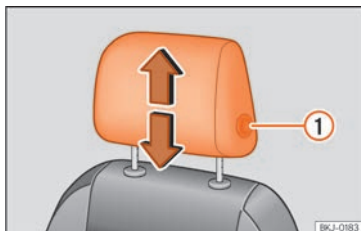
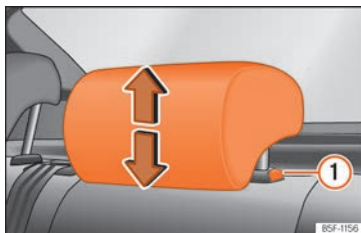

Fig. 63 Asiento delantero: regulación del apoyacabezas.
Fig. 64 Apoyacabezas trasero: regulación del apoyacabezas.
- Agarre el apoyacabezas con ambas manos por los lados y empuje hacia arriba hasta encajarlo en la posición deseada. Para bajarlo, haga la misma acción, pulsando el botón lateral ① » » fig. 63 , » » fig. 64.